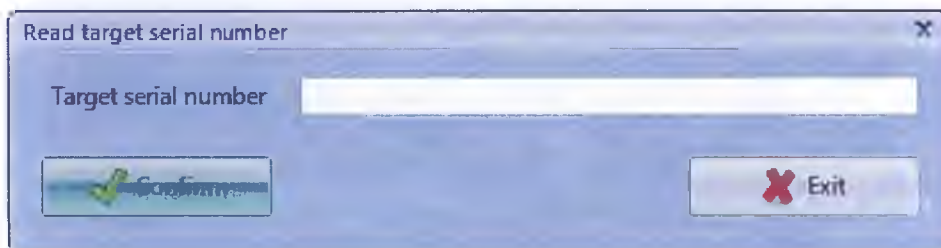

Рисунок 4.28 Идентификационный номер объекта
- Ввести серийный номер объекта в текстовое поле и нажать Confirm (Подтвердить) (Рисунок 4.28).